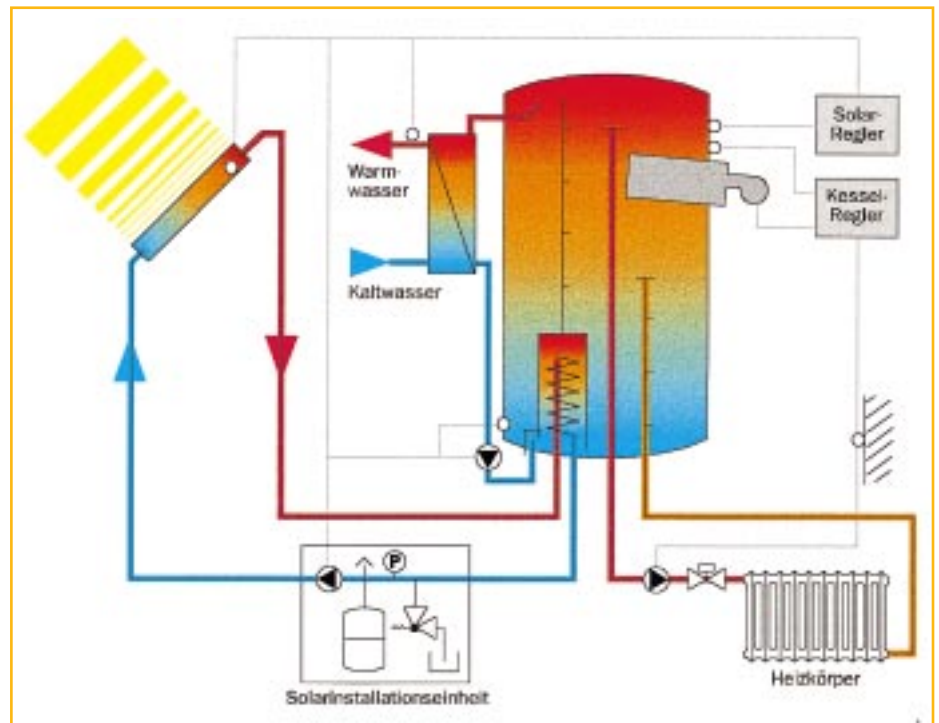

Bild 8 Anlagenschema für die Solare-Brennwert-Zentrale „SolarMax“
- Wie aus dem Anlagenschema in Bild 8 hervorgeht, sind die gerade beschriebenen Entwicklungsziele erreicht worden: